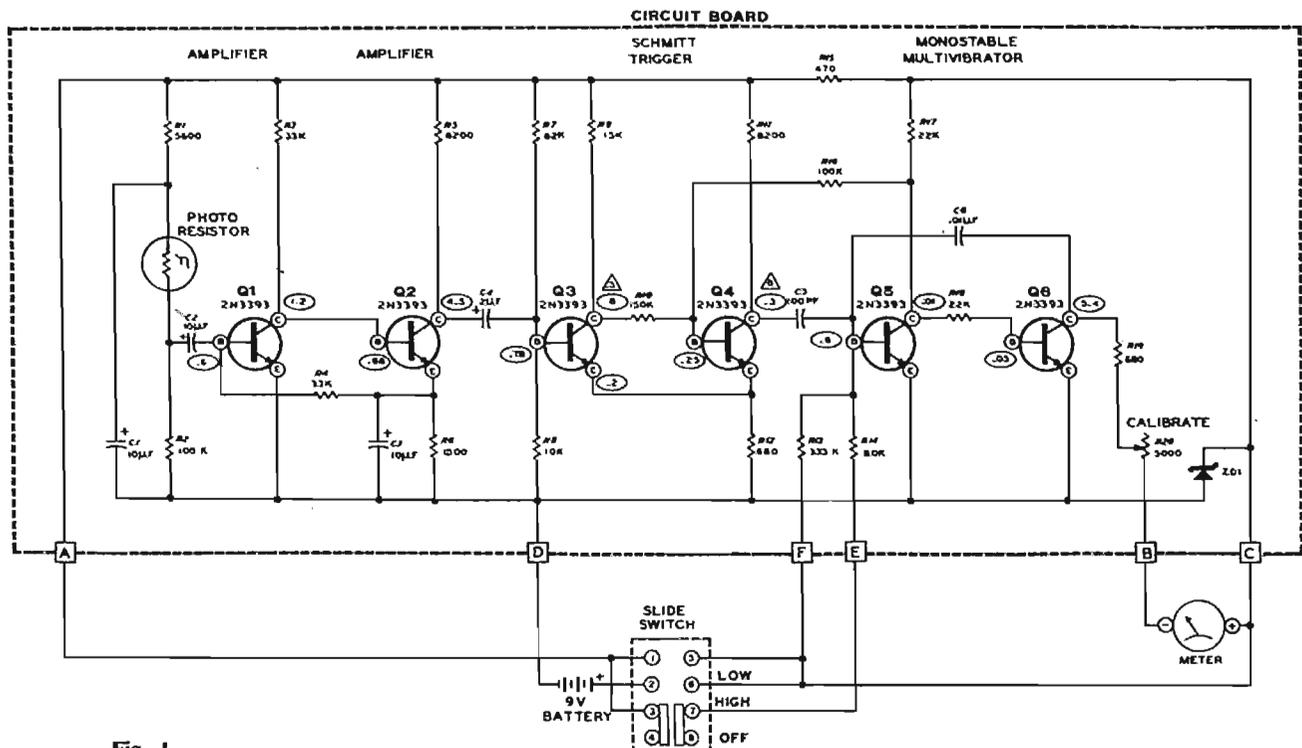

Fig. 1
Il est proposé figure 1. Le cœur du montage fait appel à un oscillateur à réseau déphaseur RC classique. On choisira, en conséquence et afin de compenser l'atténuation provoquée par les cellules de déphasage successives, un transistor T_1 à gain assez élevé ($\beta > 100$).
DESCRIPTION DES CIRCUITS ET FONCTIONNEMENT (voir schéma Fig. 1)
b) La présentation dite « dual in line » que nous emploierons et qui est représentée figure 1.